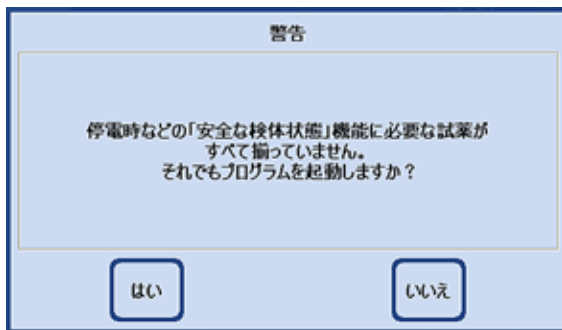

図 245
- 使用する試薬に対応する安全な試薬が装置内に存在しなかった場合、プログラム起動時に警告メッセージが表示されます (図 245)。ただし、プログラムは**中断されることなく**、起動します。